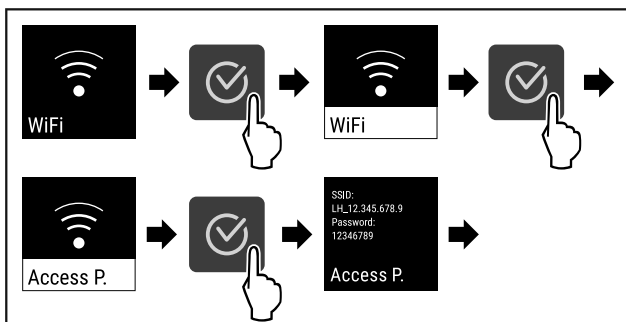

Fig. 74
- ▶ Proveďte akční kroky (viz Fig. 74).